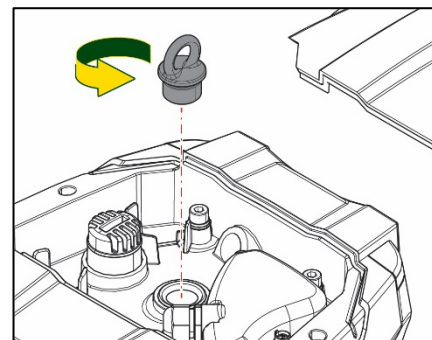

Рисунок 20
2. Отвинтите и снимите подъемный механизм внутри верхнего отсека (Рис. 20). Во время выполнения данной операции следите за тем, чтобы внутрь двигателя не попали жидкие или твердые примеси.